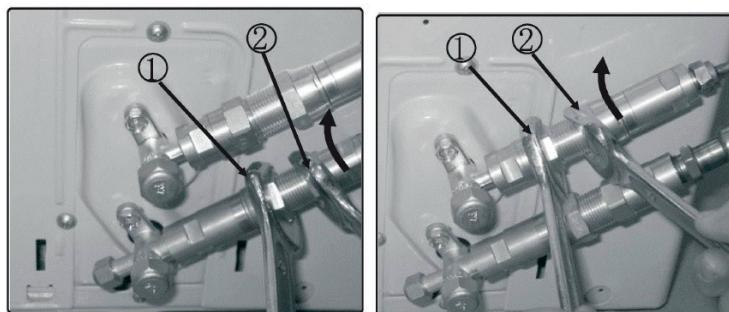

Fig. 6.4
4. Ziehen Sie nun mithilfe des Schraubschlüssels zuerst die untere Schraubverbindung und anschließend die obere Schraubverbindung fest. Halten Sie die markierten Punkte „1“ mit einem Schraubenschlüssel und drehen Sie die Muttern nur an den markierten Punkten „2“ (Wählen Sie den angemessenen Schraubenschlüssel entsprechend den Abmessungen des Anschlusses) (Abb. 6.4).